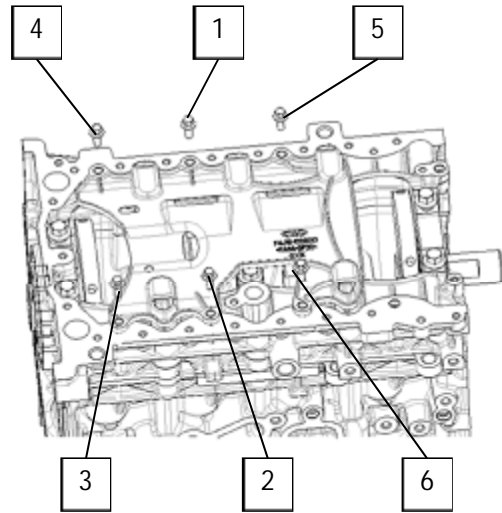

图 G-3 隔板螺栓拧紧顺序
- 2) 在 6 颗六角法兰面螺栓 19 的螺纹头部开始均匀涂一圈锁固剂，并保证 (3~5) 个牙的涂胶量，按图 G-3 所示位置放置在安装孔内，并按顺序拧紧。